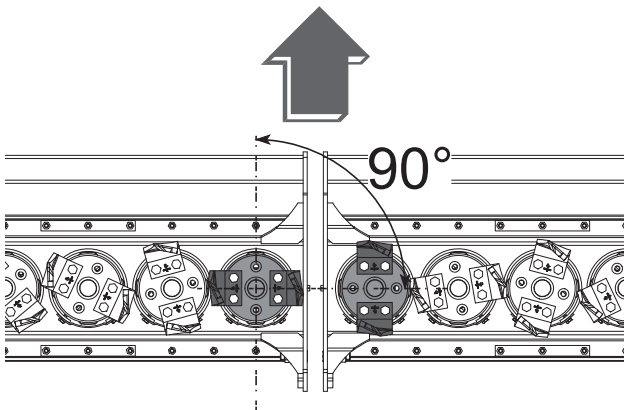

FIG. 48
- Mit Kraft drehen bis der Rotor näher zum Zentrum der Maschine mit den Messern im 90°-Winkel zum vorher regulierten Rotor gebracht ist (Fig. 48).